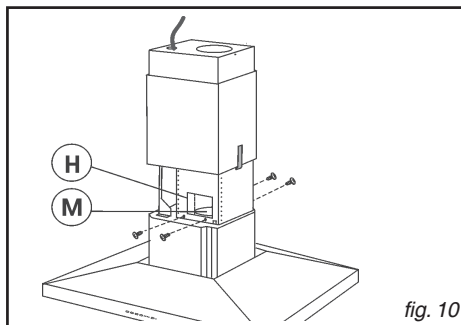

fig. 10
- Fixer la hotte à la structure télescopique à l'aide des 4 vis (fournies) - Fig.10.
- Par les ouvertures H (Fig.10) fixer le tuyau d'évacuation de l'air à la bouche de sortie d'air du moteur (M).